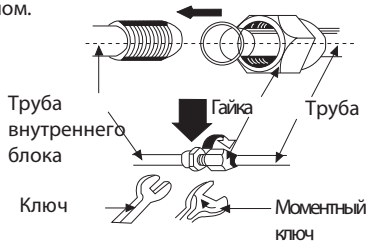

Рис.9
3. Повесьте внутренний блок, закрепив монтажные пазы блока в верхних выступах задней панели, и проверьте надежность крепления (см. Рис.9).